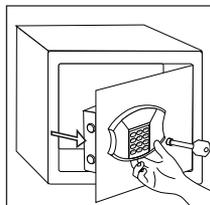

Abbildung 3
3. Ziehen Sie die Tür mit dem unten am Tastenfeld befindlichen Griff auf (Abbildung 3).